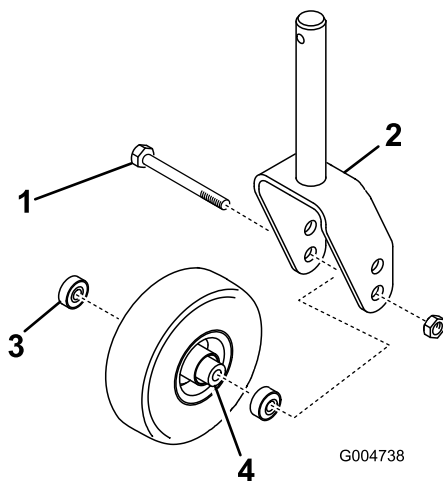
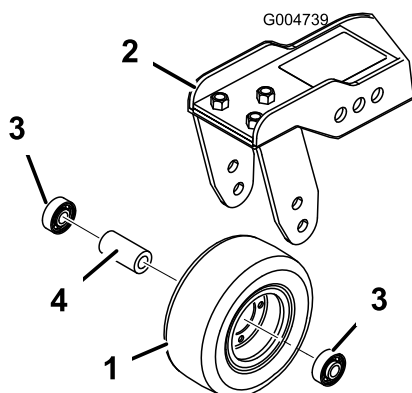

Figura 105
Figura 106
1. Retire a porca de bloqueio do parafuso que fixa o conjunto da roda giratória entre a forquilha da roda giratória (Figura 105) ou o braço articulado da roda giratória (Figura 106).
- Retire o rolamento do cubo da roda e deixe cair o espaçador do rolamento para fora (Figura 105 e Figura 106).